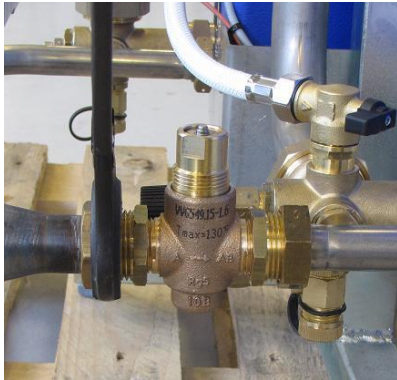

Bild 40
3. Lossa ventilen med en fast nyckel (Bild 40). Notera pilens riktning på ventilen.